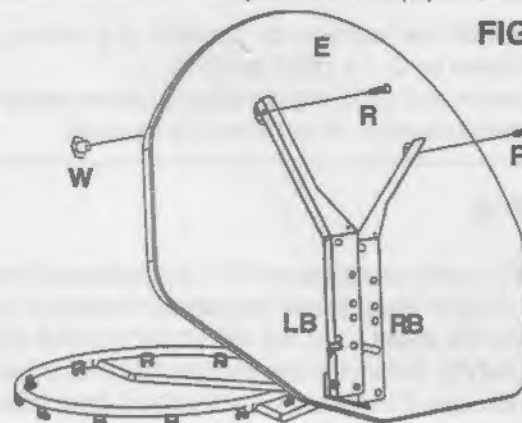

FIGURE 11B
- Securely tighten the tops of the Backboard Brackets (LB & RB) to the top holes in Backboard (E) using two 5/16" x 3/4" Hex Bolts (R) and two 5/16" Hex T-Nut (W) (Figure 11B).
- Fixez le haut des supports de panneau (LB & RB) aux trous supérieurs de celui-ci (E) au moyen des boulons hexagonaux (R) de 7,9x 19 mm et des écrous pour rainure à T (W) de 7,9 mm (Figure 11B).